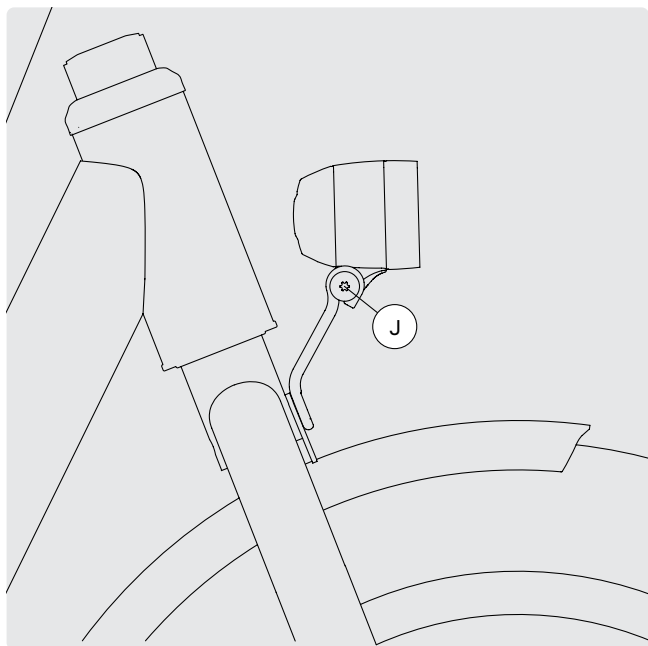

FIG. 47
- 1 Desserrez la vis de réglage J du feu avant (Fig. 47).